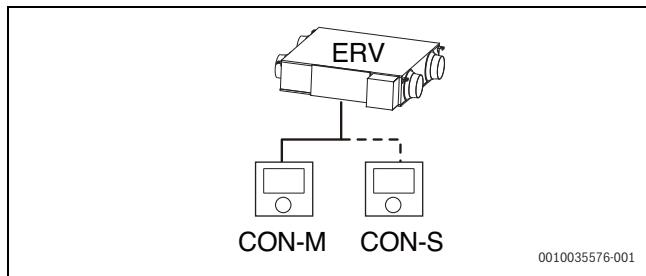

Fig. 16 Unidade ERV individual
- ERV individual controlada por um ou dois controladores (master/slave) (→ fig. 16).